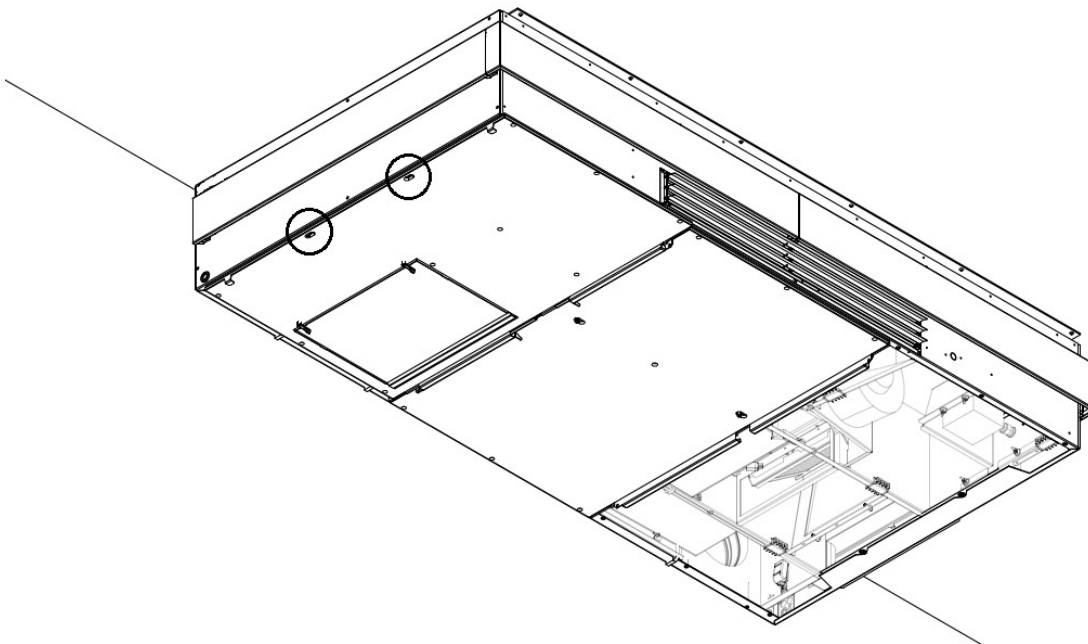
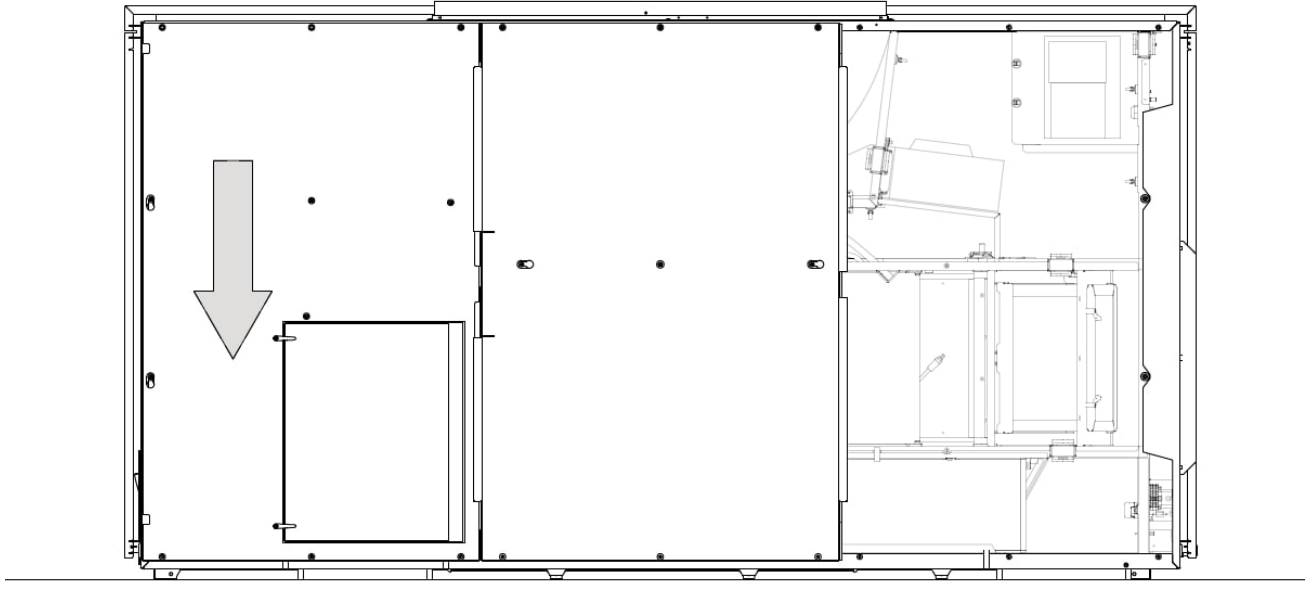

Afbeelding 38: De linker zijplaat op de scharnieren tillen
Afbeelding 39: Scharnieren van het filterluik moeten gesloten zijn
- Til de linker zijplaat omhoog en op de scharnieren van de middelste stalen plaat, zie Afbeelding 38 hieronder. Zorg ervoor dat de scharnieren voor het filterluik gesloten zijn voordat u de stalen plaat optilt, zie Afbeelding 39.